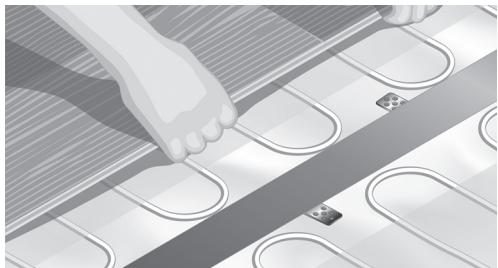

Fig. 10. Läggning av golvet
**11.** Läggning av golvet (Bild 10).
Inspektera monteringen i områden som inte täcks av värmemattan. För att stödja golvet bör dessa ytor täckas med ett lämpligt material som matchar värmemattans tjocklek, 2 mm kartong eller liknande kan användas. Montera golgväven i den avsedda kabelkanalen innan du lägger golvet. Vid golvläggning är valfri orientering enligt värmemattan möjlig, men bästa resultat uppnås när det är orienterat enligt Bild 10. Golvet måste monteras flytande ovanpå värmemattan.